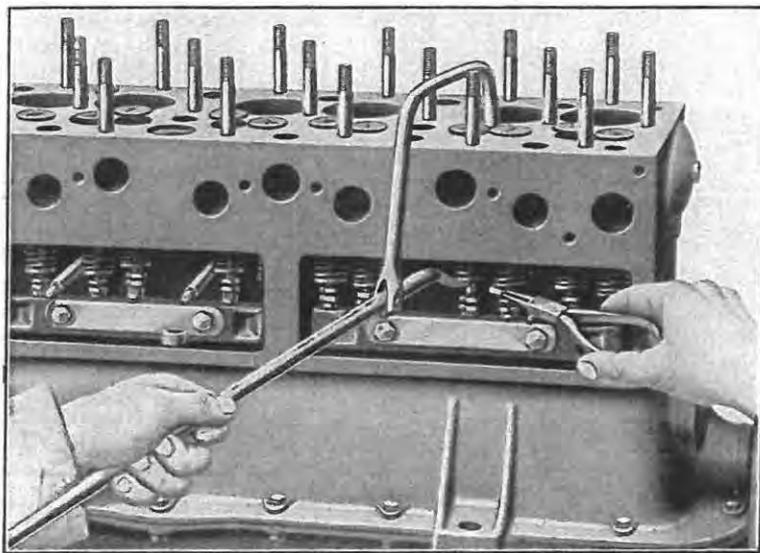

Fig. 31. — Remontage d'une soupape.
9. Remonter les soupapes (Fig. 31).